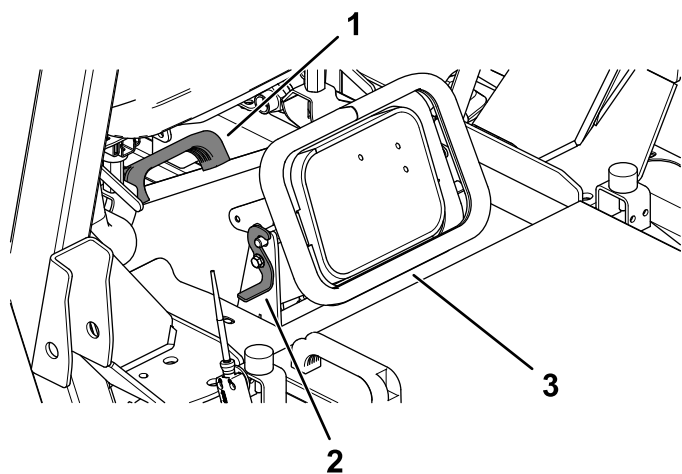

Figura 27
6. Desenganche el conducto de hierba (Figura 27).
7. Con el tirador en el conducto, retírelo y límpielo junto con la apertura de la carcasa de corte (**Figura 27**).
8. Instale el conducto y fíjelo con los cierres (**Figura 27**).